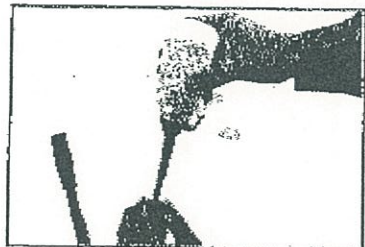

図8
- (3) ポンプを立てたまま、オイルタンクへ給油をして下さい。この時、オイルラー(油さし)を使用すると作動油もムダにならず、給油もらくに行なえます。(図8)